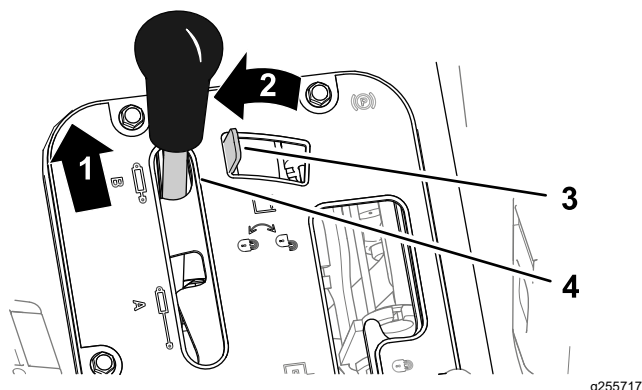
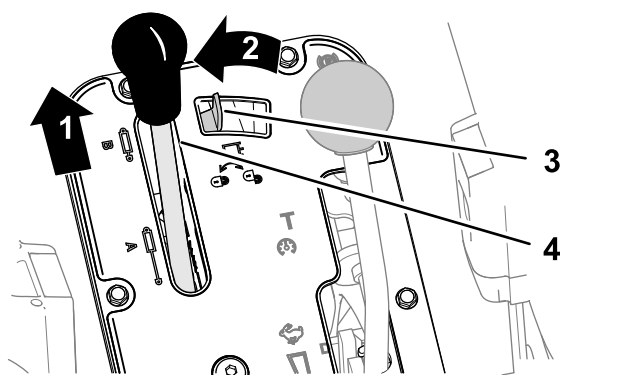

図 89
図 90
1. 油圧昇降レバーを前に押す 図 89または図 90。
2. 油圧昇降レバーロック装置を左へ動かすとロックする 図 89または図 90。